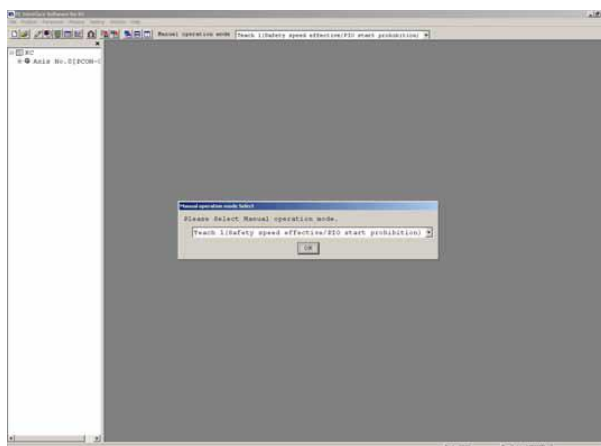

图 1.44 操作模式选择界面
- ⑤完成连接轴的检查后, 将显示主界面, 同时显示图 1.44 所示的操作模式选择界面。